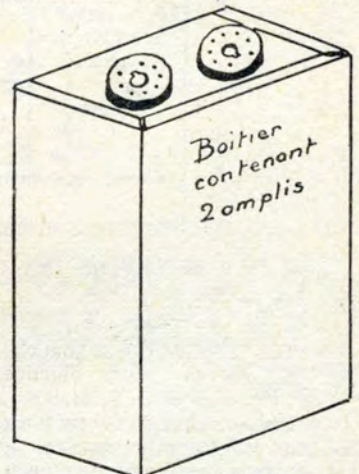

FIG. 29. - Variante 2.
b) Les dimensions des CI (60 x 22 mm) permettent de loger 2 amplis réunis en une plaquette dans un boîtier standardisé (précisément de 60 x 45 mm). Cette solution permettant de retrouver la disposition Grundig du dernier Varioprop. Coller les deux supports Grundig sur le sommet du boîtier. (Fig. 29). On aurait ainsi 4 boîtiers au total en 4 voies (Récepteur + Décodeur + 2 boîtiers amplis) et 3 boîtiers en 2 voies (1 seul boîtier ampli).